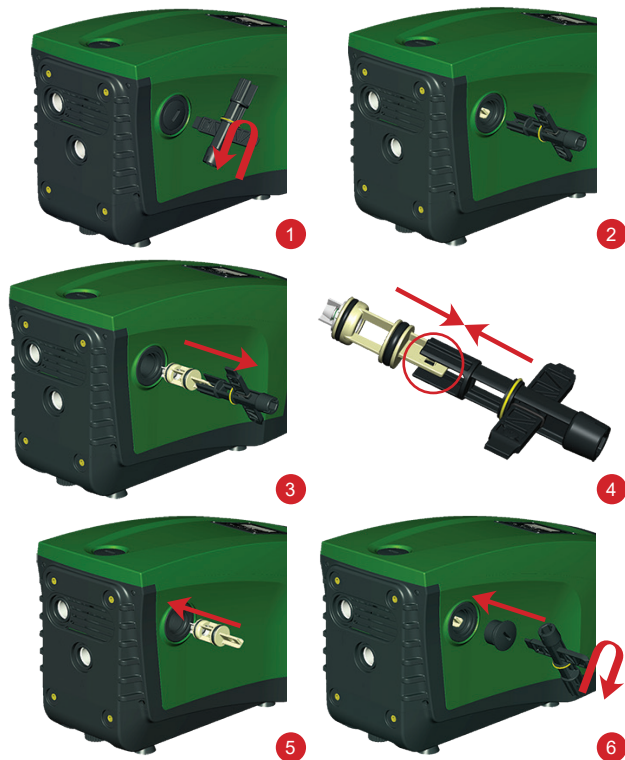

Рисунок 27
1. снимите пробку доступа к клапану (Рис. 27);
2. вставьте крестообразный дополнительный ключ, концом “F” (пар. 10.1) так, чтобы захватить язычок с отверстием при помощи захватов с защелками (Рис.27);
3. извлеките без вращения: эта операция может потребовать приложить некоторое усилие. Вынимается наружу картридж, который также несет с собой клапан для проведения техобслуживания. Картридж остается на ключе (Рис. 27);
4. отсоедините картридж от ключа: нажатием друг против друга защелки освобождаются, после этого можно вынуть сбоку картридж (Рис. 27);
6. снова вставьте картридж полностью в его гнездо: операция требует приложить необходимую силу для сжатия 2 уплотнительных колец. Вы можете помочь себе при помощи конца «D» крестообразного ключа, используя его в качестве толкателя. Не используйте конец «F», в противном случае защелки вновь будут задействованы, и захватят язычок картриджа без возможности освобождения (Рис. 27);
7. Затяните пробку до упора: если картридж не был продвинут в правильное положение, завинчивание пробки ведет к его правильному размещению (Рис. 27).
1. Снимите защитную заглушку вала двигателя, как показано на Рис.27;